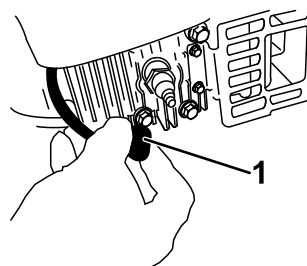

Figura 37
- Scollegate il cappellotto dalla candela (Figura 37).